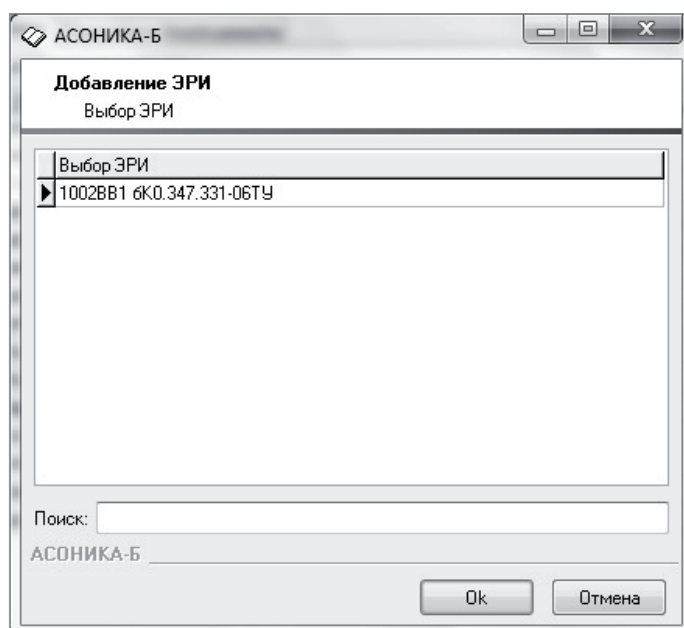

Рис. 16. Диалоговое окно *Выбор ЭРИ*
**Шаг 4.** В появившемся диалоговом окне укажите полный тип добавляемого ЭРИ и нажмите кнопку *ОК* (рис. 16).